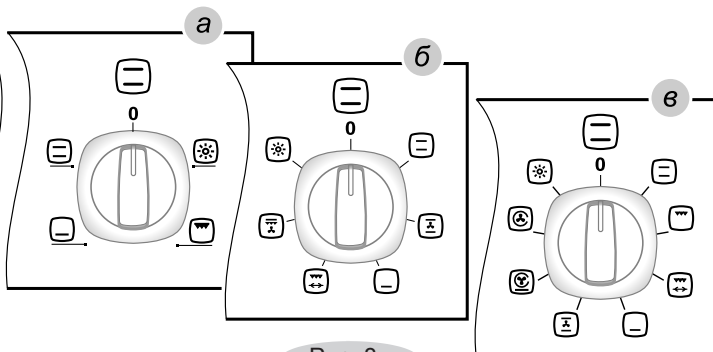

Рис. 8
- ручкой режимов работы устанавливается необходимый способ приготовления (в зависимости от модели может быть вариант а, б или в (рис. 8) ;